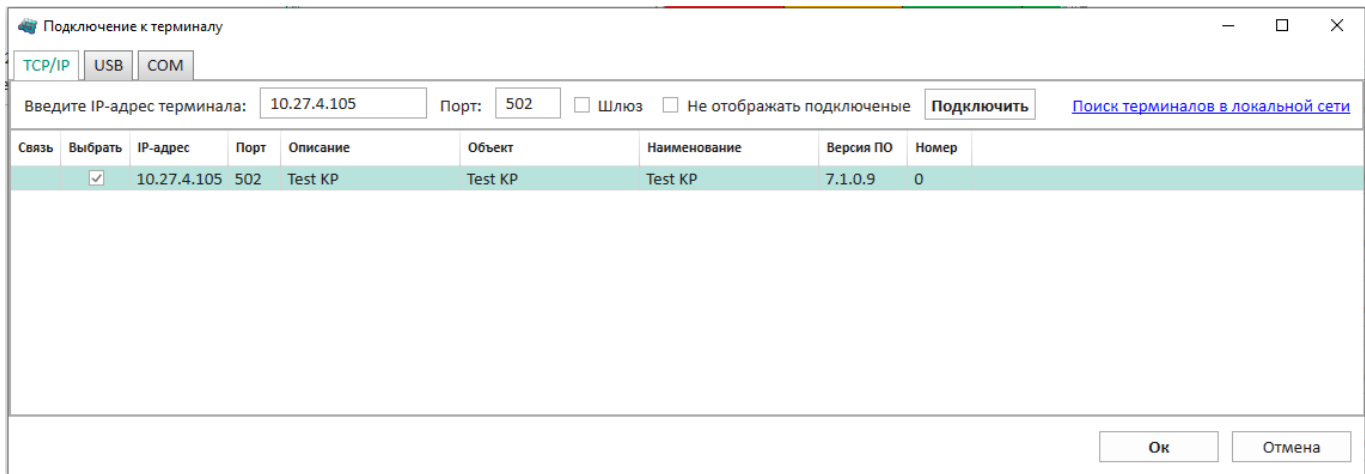

Рисунок 11 – Вкладка **TCP/IP**
– TCP/IP. Данная вкладка позволяет подключиться к устройству через Ethernet автоматически или вручную, также можно выбрать из списка ранее подключаемых устройств. Для подключения вручную необходимо ввести IP-адрес устройства и нажать на кнопку **Подключить**. Для автоматического подключения необходимо нажать на **Поиск терминалов в локальной сети**, из появившегося списка выбрать необходимое устройство и нажать на кнопку **Подключить** (рисунок 11).